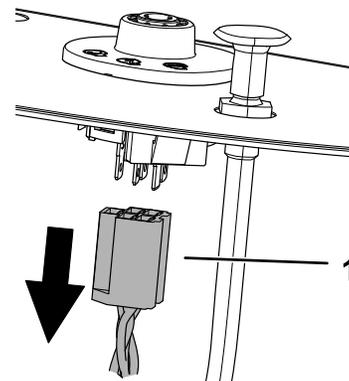

Figure 6
2. Débranchez le faisceau de câblage du commutateur d'allumage (Figure 6).